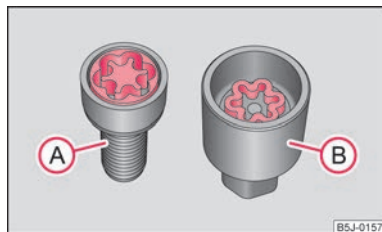

Fig. 108 Låsebolt med adapter
- Sæt adapteren (B) ind i låsebolthovedets (A) indvendige fortanding ⇒ Fig. 108.
- Sæt hjulnøglen helt på adapteren (B).